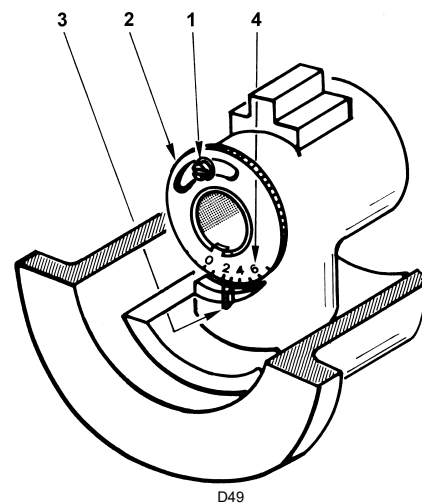

Fig. 16
- Aflojar el tornillo 1)(Fig. 16)